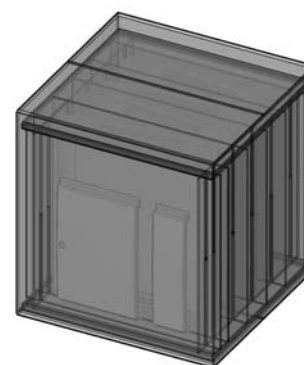

Figura 2 - Imballo ceramica stufa Sava
- uno contiene le parti in ceramica (fianchi e frontali) figura 2 (la scatola con le ceramiche verrà sovrapposto all'imballo con la struttura)